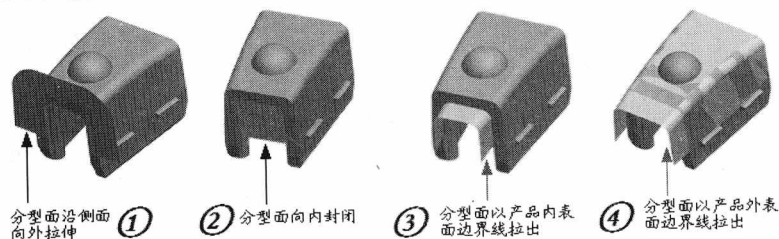

图1-2 分型面沿产品表面拉出的4种情况
2. 用 Pro/E 测量产品最大外形尺寸, 对产品的大小有初步概念。进行产品拔模检测, 其目的是判断分型线位置。为了方便观察, 在 Pro/E 中做出分型线, 初定分型面形状及其密封胶方式。在没有检查产品拔模之前, 我们知道分型面可以从产品外表面边界线或内表面边界线拉出, 如图 1-2 所示。第一种情况密封胶效果最差, 料位以擦穿面密封胶, 分型面易磨损, 披锋容易沿着分型面往外走, 严重影响外观; 第二种情况密封胶效果一般, 料位以擦穿面密封胶, 分型面易磨损, 虽然披锋会沿着分型面往内走, 不会影响外观, 但修披锋较麻烦, 也可能影响内部装配; 第三、第四种情况较好, 料位以碰穿面密封胶, 密封胶可